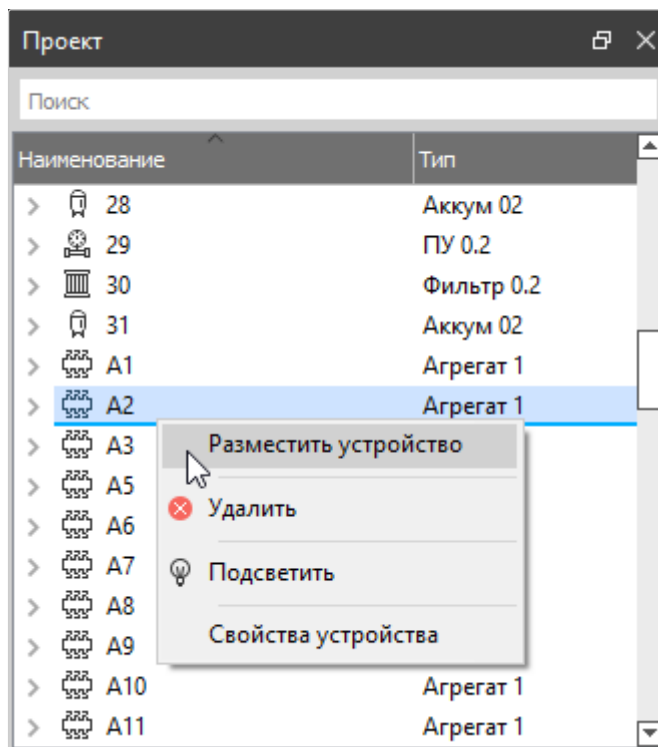

Рисунок 259. Размещение устройства на листе
- 2) Разместить элементы на листе, выбрав их в списке плавающего окна «Проект» и выполнив команду «Разместить устройство» контекстного меню (см. рисунок 259) или выбрав их в списке плавающего окна «Компоненты» и выполнив команду «Добавить и разместить».